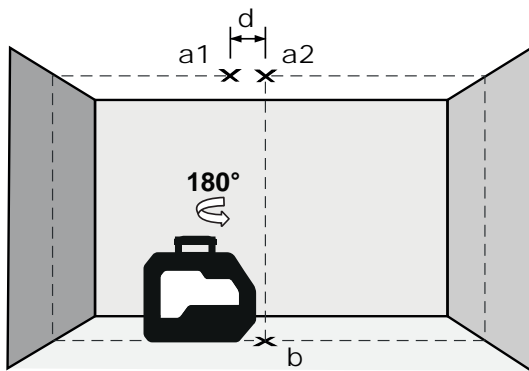

Figura 10
6. Marque el centro del punto de plomada superior en el cielorraso como punto **a2**. (ver la figura 10).